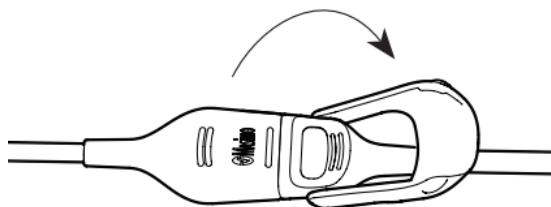

Fig. 15-6 Desconexión sensor ADL/PED.
1. Consulte la Fig. 15-6. Levante el seguro protector.